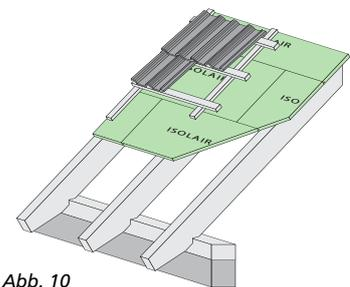
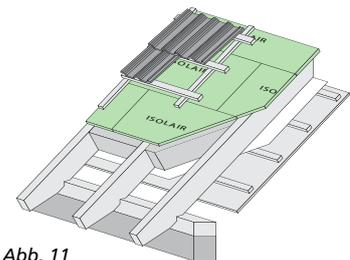

Abb. 10
Abb. 11
- Dächer ohne Zwischensparrendämmung (Abb.10) und Dächer mit Zwischensparrendämmung (Abb.11)